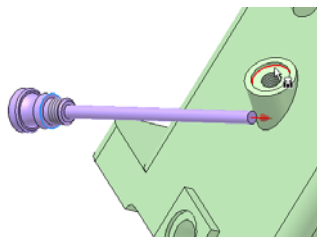
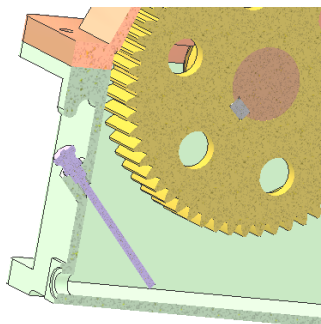

图 10-32 插入约束示意图
图 10-33 安装油标尺后的部件
①单击【装配】标签栏【零部件】面板上的【放置】工具按钮，打开“打开”对话框，选择油标尺和通气器零件（文件名为“油标尺.ipt”和“通气器.ipt”），将其装入到当前工作环境中。
②单击【装配】标签栏【位置】面板上的【约束】工具按钮，打开“放置约束”对话框，装配类型选择为【插入】，选择图 10-32 中所示的零件的端面作为配合表面，设置偏移量为零，方式选择为【反向】即可，单击【确定】按钮完成插入装配约束。此时油标尺则被安装到油标尺孔中，如图 10-33 所示。